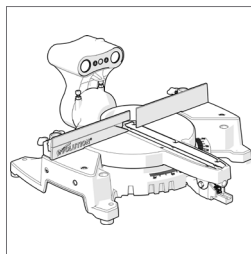

Fig. 1a
- A base e o colar cônico. **(Fig. 1a)**